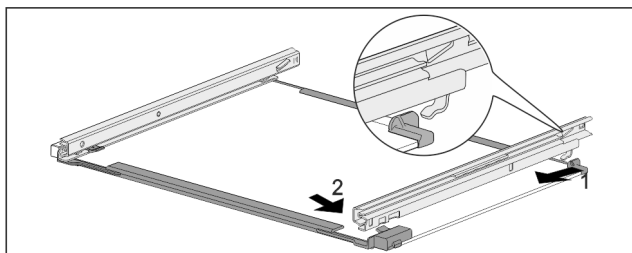

Fig. 111 Стъклена плоча с релси
- ▶ Закачете релсата отзад. Fig. 111 (1)
- ▶ Фиксирайте релсата отпред. Fig. 111 (2)